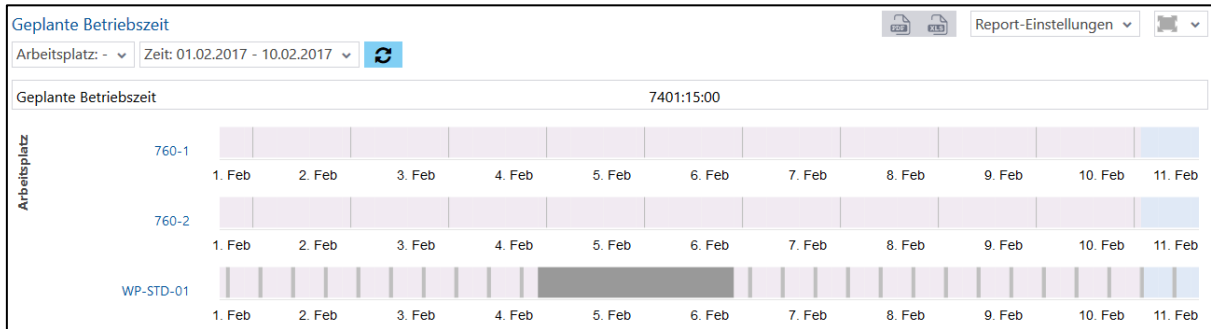

Bild 138: Geplante Betriebszeit
der *mehrere* Arbeitsplätze (Bild 138):
- Schichtübersicht als Gantt Diagramm (Bild 138):